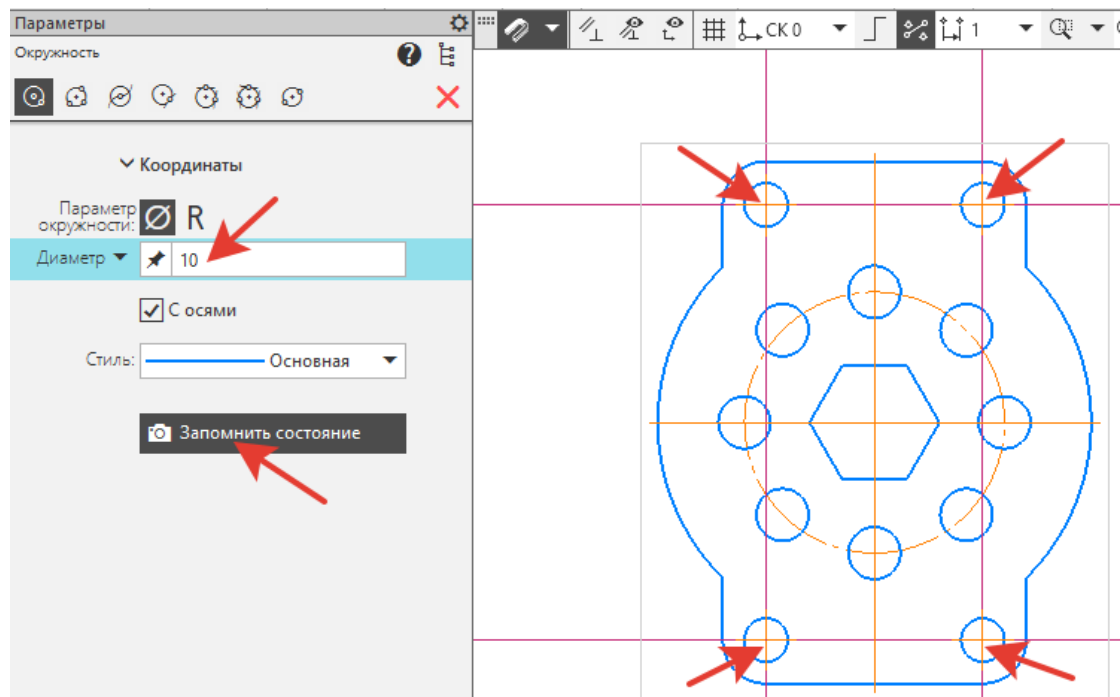

Рисунок 22.
14. Пересечение вспомогательных линий, указывает центр четырех окружностей $\varnothing 10$ (рисунок 22).